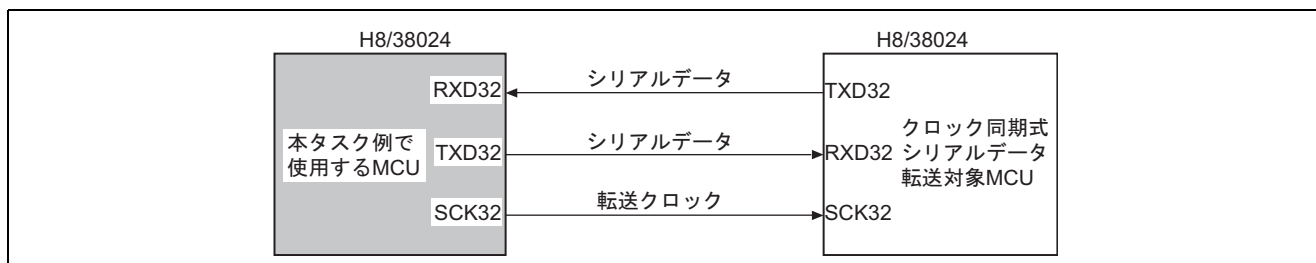

図 1 クロック同期式シリアルデータ同時送受信
- (1) 図 1 に示すようにクロック同期式シリアル転送機能を使用して、4 バイトの 8 ビットデータの同時送受信動作を行いません。
- (2) 転送クロックは、内部クロックを使用し 4  $\mu$ s の転送クロック周期で同時送受信動作を行います。
- (3) 送受信するデータのデータ長は 8 ビットで、データの最下位ビットから受信する LSB ファースト方式による送受信を行いません。